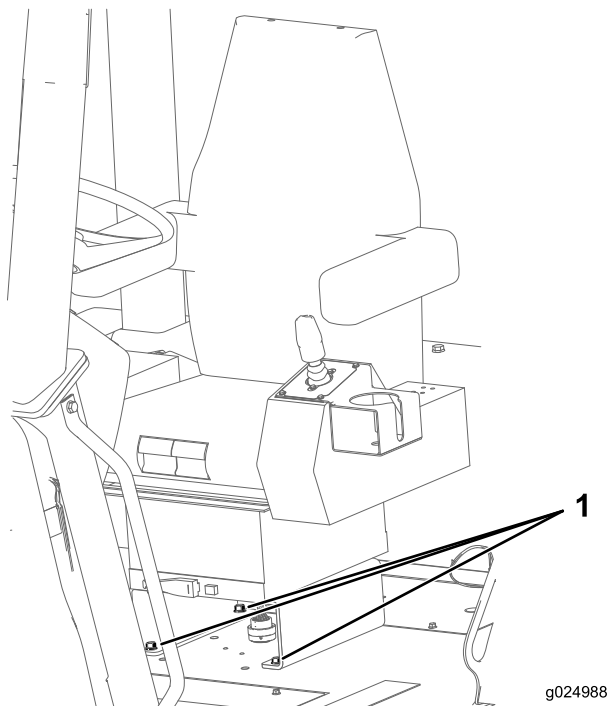

Figura 118
1. Controllate che i bulloni che fissano il sedile al telaio della macchina siano serrati a una coppia di 27–34 N·m; fate riferimento a Figura 118.